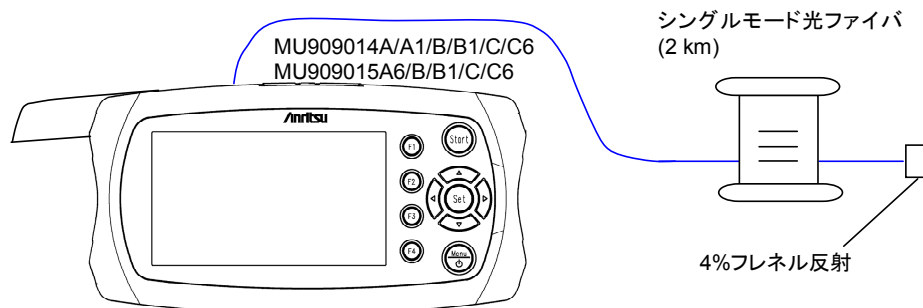

図11.1.5-1 距離測定確度測定の接続図
1. 本器と、測定器を図11.1.5-1 のとおりに接続します。